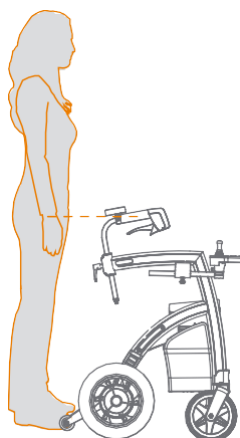

Figura 21: Determinar la altura correcta.
- Para determinar la altura correcta, párese entre los Rollz Motion Electric se agarra con los brazos colgando cerca del cuerpo. Los mangos deben estar a la misma altura que las muñecas (**Figura 21**).